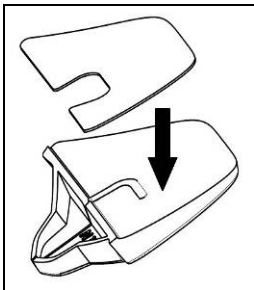

Fig. 3
- Påsæt det medfølgende selvklæbende bånd på den valgte plastadapter (Fig. 3);